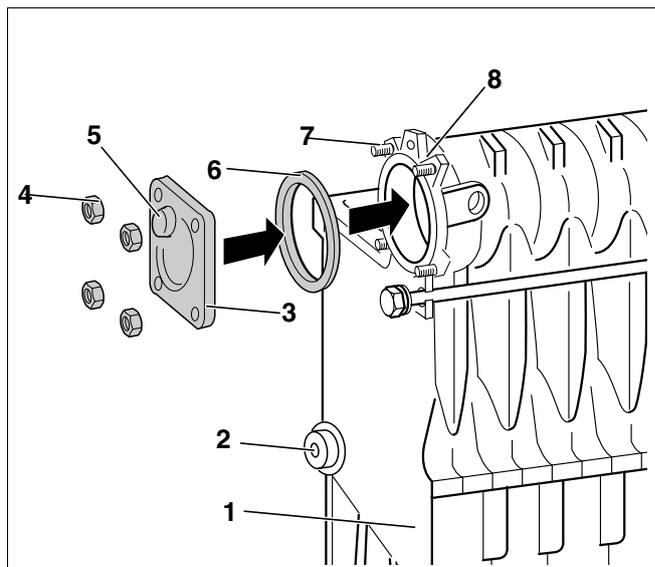
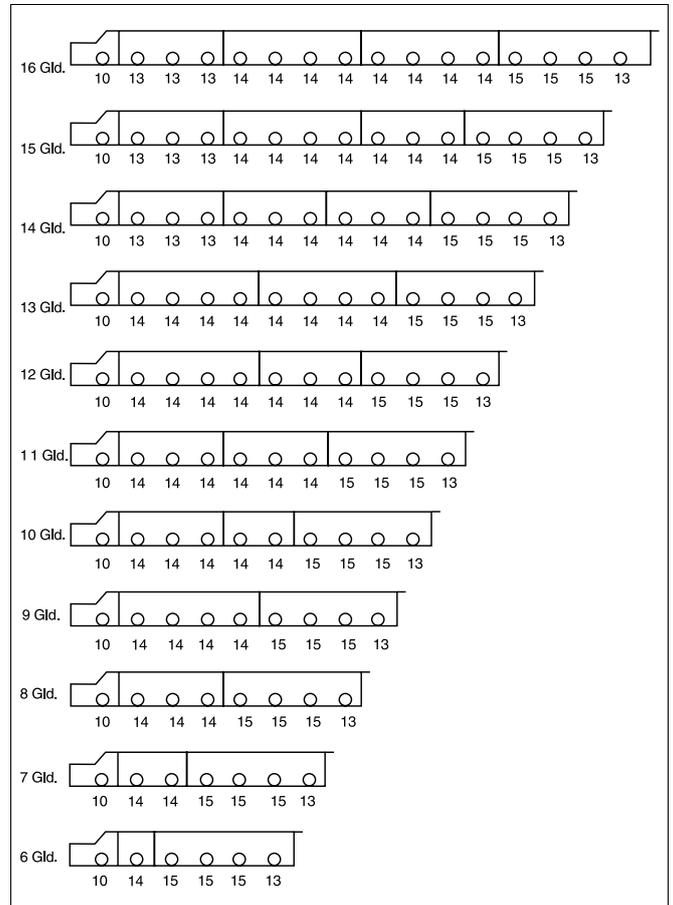
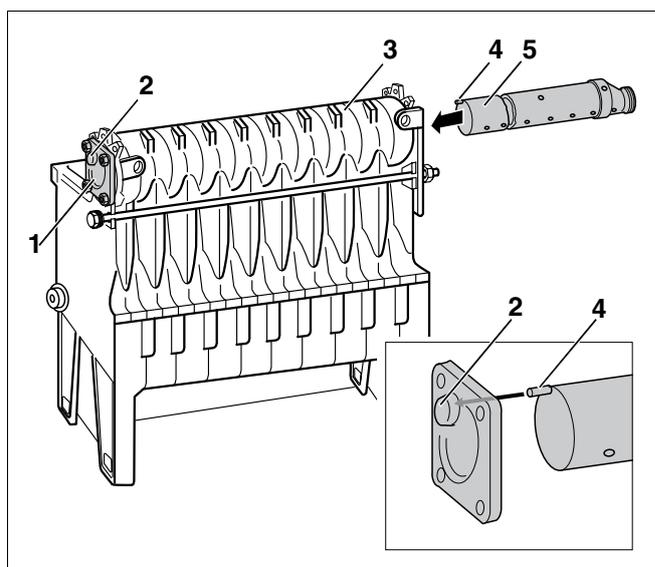

Рис. 22 Установка глухого фланца
Рис. 23 Схемы подпиточных труб для всех типоразмеров котлов (Ø отверстий в мм)
Рис. 25 Установка собранной подпиточной трубы
Верхнюю заднюю ступицу котла (рис. 22, **поз. 8**) конечной секции (рис. 22, **поз. 1**) котлового блока нужно закрыть глухим фланцем (рис. 22, **поз. 3**).
- Установить уплотнение (рис. 22, **поз. 6**) на уплотнительную поверхность верхней задней ступицы котла (рис. 22, **поз. 8**).
В собранном состоянии выемка глухого фланца должен находиться вверху и смотреть в середину котлового блока, как показано на рис. 22, **поз. 5**.
- Надеть глухой фланец (рис. 22, **поз. 3**) на шпильки (рис. 22, **поз. 7**) нижней задней ступицы котла (рис. 22, **поз. 8**) и закрепить его гайками (рис. 22, **поз. 4**).
Подпиточная труба состоит из головной части, от одной до трех средних частей, в зависимости от типоразмера котла, и конечной части с кулачком (рис. 23). Кулачок служит для выставления правильного положения подпиточной трубы и должен вставляться в выемку глухого фланца (рис. 22, поз. 5, стр. 24). Подпиточная труба вставляется спереди в верхнюю ступицу котла (рис. 25, стр. 26).
- Вставить конечную часть подпиточной трубы (рис. 25, **поз. 5**, с кулачком (рис. 25, **поз. 4**)) в открытую верхнюю ступицу котла на  $\frac{3}{4}$  длины.
- Задвинуть собранную подпиточную трубу (рис. 25, **поз. 5**) в верхнюю ступицу котла (рис. 25, **поз. 3**).
- Кулачок на конечной части подпиточной трубы (рис. 25, **поз. 4**) должен войти в выемку глухого фланца (рис. 25, **поз. 2**).